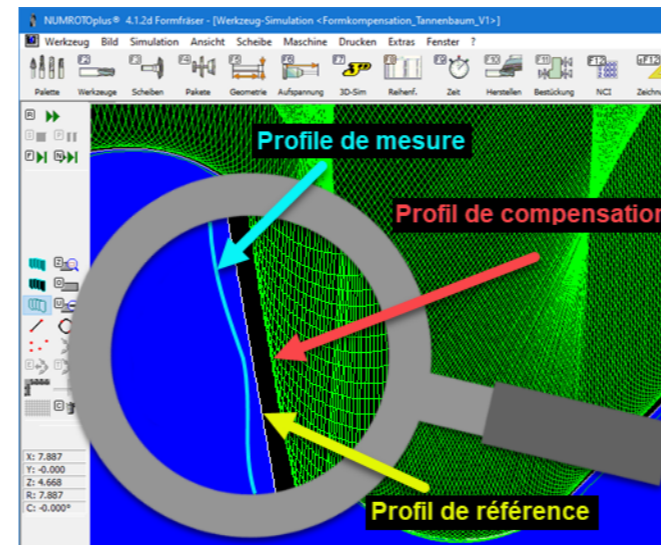

Figure 3 : Profil nominal, profil mesuré, profil de compensation.
- Grâce à un filtrage optimal du profil de mesure, les résultats de la compensation sont très stables. Ce filtrage est clairement visible sur la figure 3 : deux valeurs aberrantes sont repérables sur le profil mesuré. Celles-ci sont filtrées dans le profil de compensation.